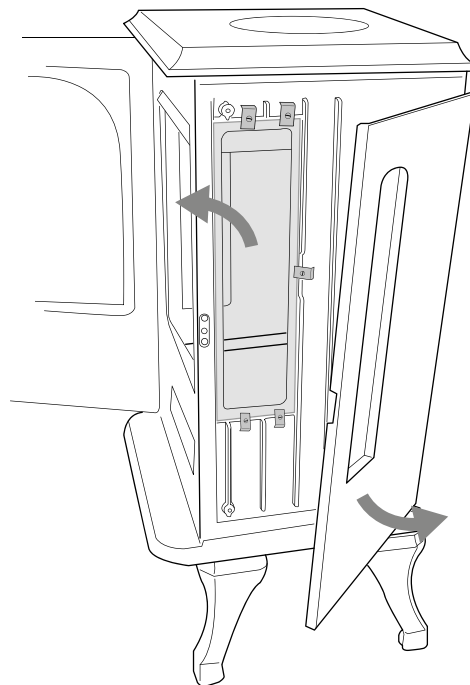

Figure 9
4. Retirez les clips qui maintiennent la vitre en place (figure 9).